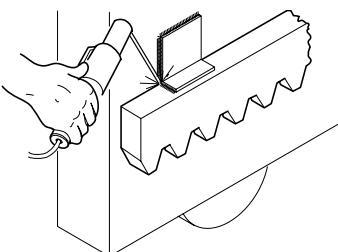

Fig. 10
**Importante:** Per il fissaggio della cremagliera all'anta è necessario costruire appositi supporti in relazione alla tipologia del cancello da automatizzare. In fig. 10 viene mostrato un esempio di supporto a "L". Per il posizionamento dei supporti fare riferimento alle fig. 5 e 9.